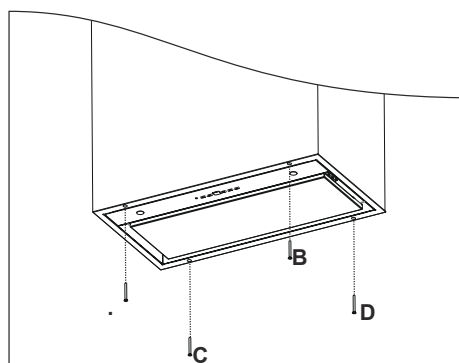

Fig. 12
4. ➤ Fäst nu fläkten med de 4x4x40mm skruvarna på punkterna A, B, C & D (Fig. 12).